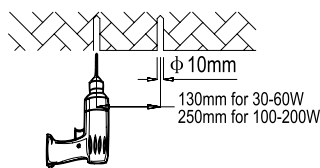

Fig. 1-1
1. Make marks on the walls, and then drill holes on the marks (Figure 1-1).
1. Faites des marques sur les murs, puis percez des trous sur les marques (figure 1-1).